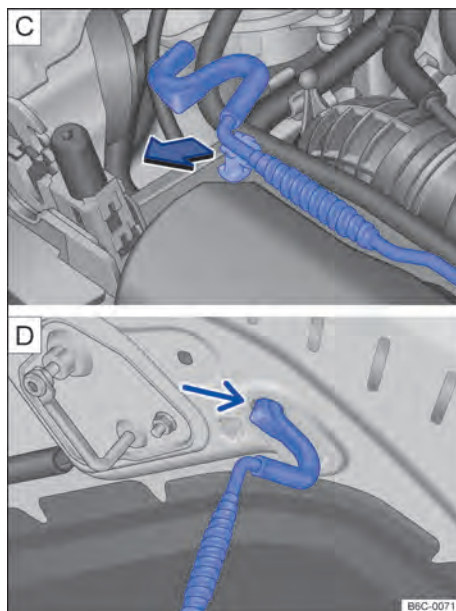

Fig. 201 [C] Varilla de sujeción de la tapa del compartimento del motor. [D] Tapa del compartimento del motor apoyada en la varilla de sujeción.
- Retirar la varilla de sujeción del soporte en el sentido de la flecha → fig. 201 [C] y colocarla en la abertura de la tapa del compartimento del motor → fig. 201 [D]. ▶
- Retirar la varilla de sujeción del orificio → fig. 201  y encajarla en el soporte del cierre → fig. 201 .